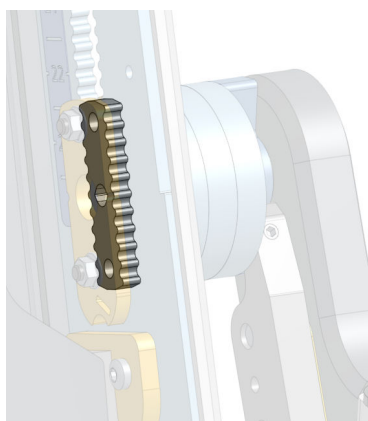

Abbildung 11. Verzahntes Teil, welches zur Höhenverstellung dient
1. Armlehne demontieren und nach aussen abziehen (siehe [Abbildung 10, „Armlehne entfernen“ \[22\]](#) . Es fällt ein verzahntes Teil heraus, welches zur Höhenarretierung dient. Siehe [Abbildung 11, „Verzahntes Teil, welches zur Höhenverstellung dient“ \[22\]](#).